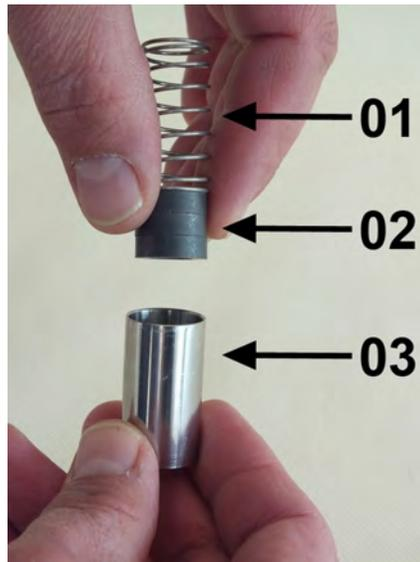

Abb. 42: Innenteile
4. ➤ Feder (Abb. 42/01) mit Magneten (Abb. 42/02) in den Schwebekörper (Abb. 42/03) einführen dabei die Magnetpolung beachten (Nordpol in Richtung Geräteausgang)